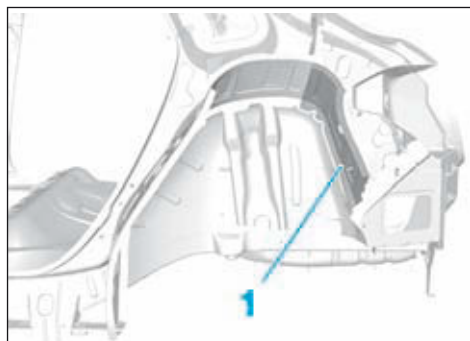

FIG.204
- Poser (Fig.204) :
- la fermeture doublure d'aile arrière (partie arrière) (1),